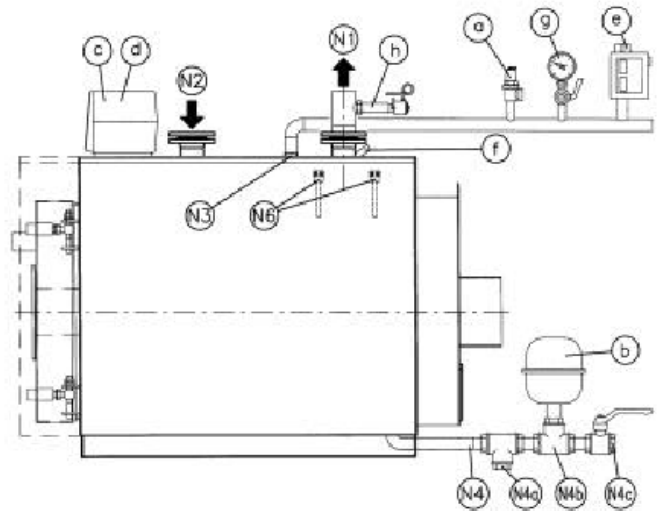

Рис. 1
3.2.1 СИСТЕМА ВОДЯНОГО ОТОПЛЕНИЯ С ЗАКРЫТЫМ РАСШИРИТЕЛЬНЫМ БАКОМ – Тепловая мощность в топке ≤ 300 000 ккал/час – давление 5 бар (рис. 1)